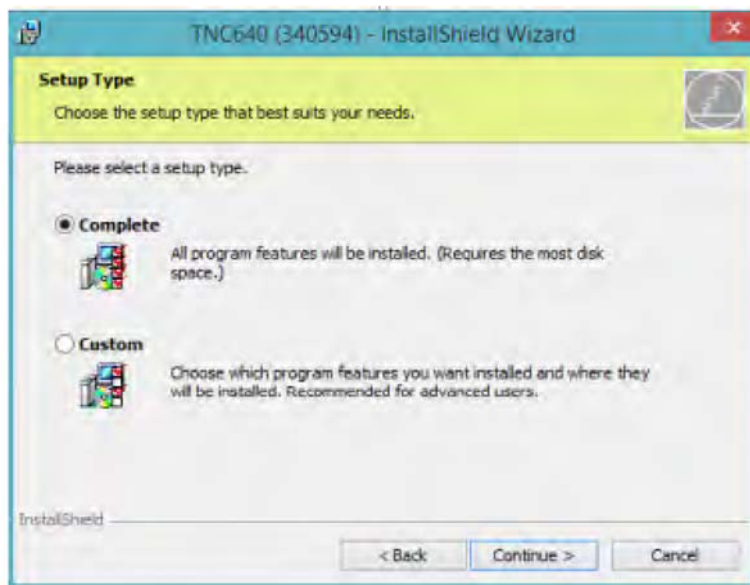

Рисунок 1.6- Вибір типу установки
5. Вибрати тип установки і натиснути *Continue* (рис.1.6).